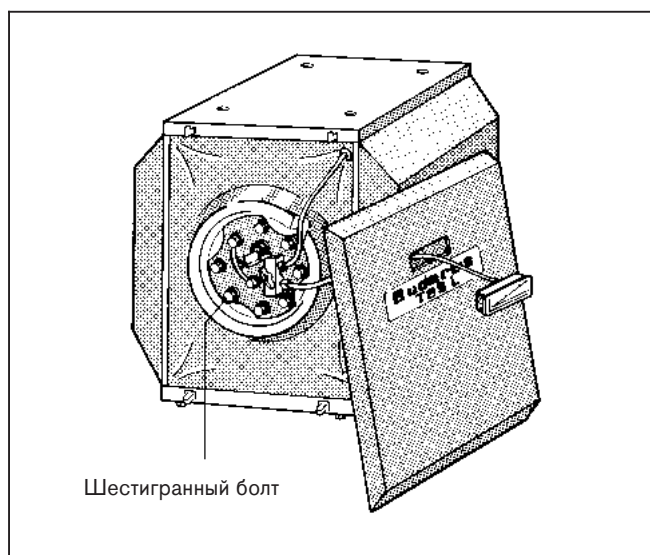

Рис. 13
- Вывинтить шестигранные болты из крышки ручного отверстия, снять крышку ручного отверстия, вместе с магниевым анодом и уплотнением (рис. 13).
- Проложить провод датчика в разрез теплоизоляции (рис. 13).